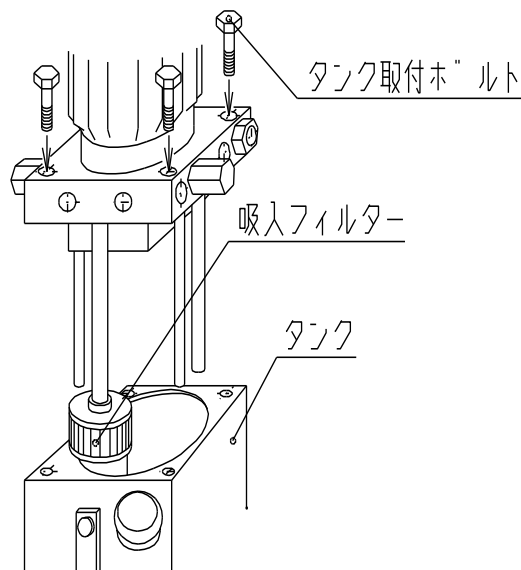

図6 吸入フィルターの洗浄
- (1) 吸入フィルターが目詰まりすると騒音や流量不足の原因となります。定期的に洗浄して下さい。1日、8時間程度の使用で、1年に1~2回行なって下さい。
- (2) タンク内に吸入フィルターが組み込まれています。図6に示す4本のタンク取付けボルトを緩めてタンクを取り外して行なって下さい。